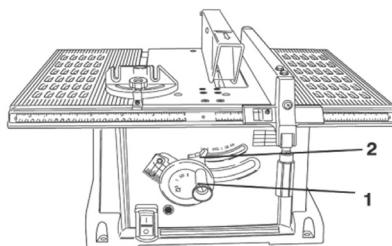

Fig. 18 – Regulaje del altura de la lámina
Para levantar o bajar la lámina de sierra, gire el volante de regulaje (1) hasta la altura deseada (fig. 18).
Para inclinar la lámina de sierra, primero suelte la manopla traba (2) y en seguida empuje la manopla (1) hasta que el engranaje de la misma, encaje en el canal de la base de la máquina. En seguida, gire la manopla verificando el ángulo deseado. Cuando llegar al ángulo deseado, apriete nuevamente la manopla traba (2), fig. 18.